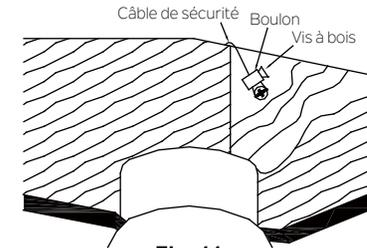

Fig. 11
Étape 1. Installer une vis à bois et des rondelles dans le côté de l'entretoise qui maintient la boîte à prises. Laisser 3 mm d'espace entre l'entretoise de soutien et la rondelle. (Fig. 11)